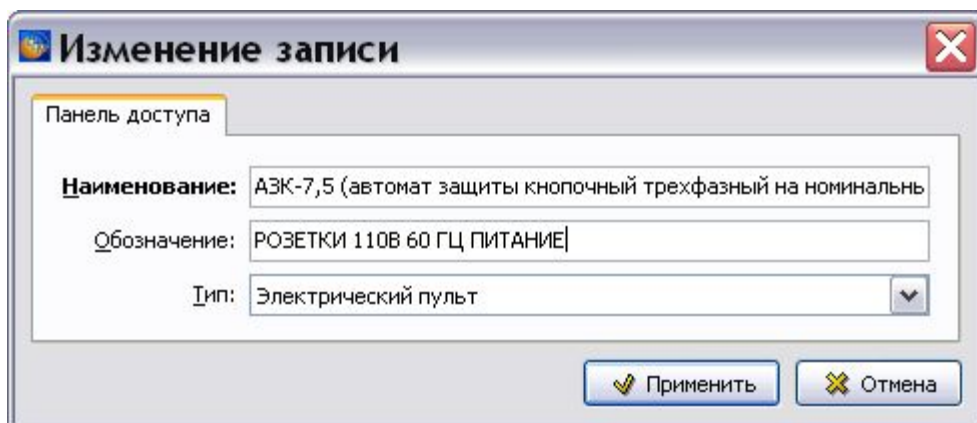

Рис. 6.15
- Включите радиокнопку **Панель доступа** и нажмите на кнопку **Изменить панель доступа** . В окне **Изменение записи** введите данные и нажмите на кнопку **Применить** (Рис. 6.15).